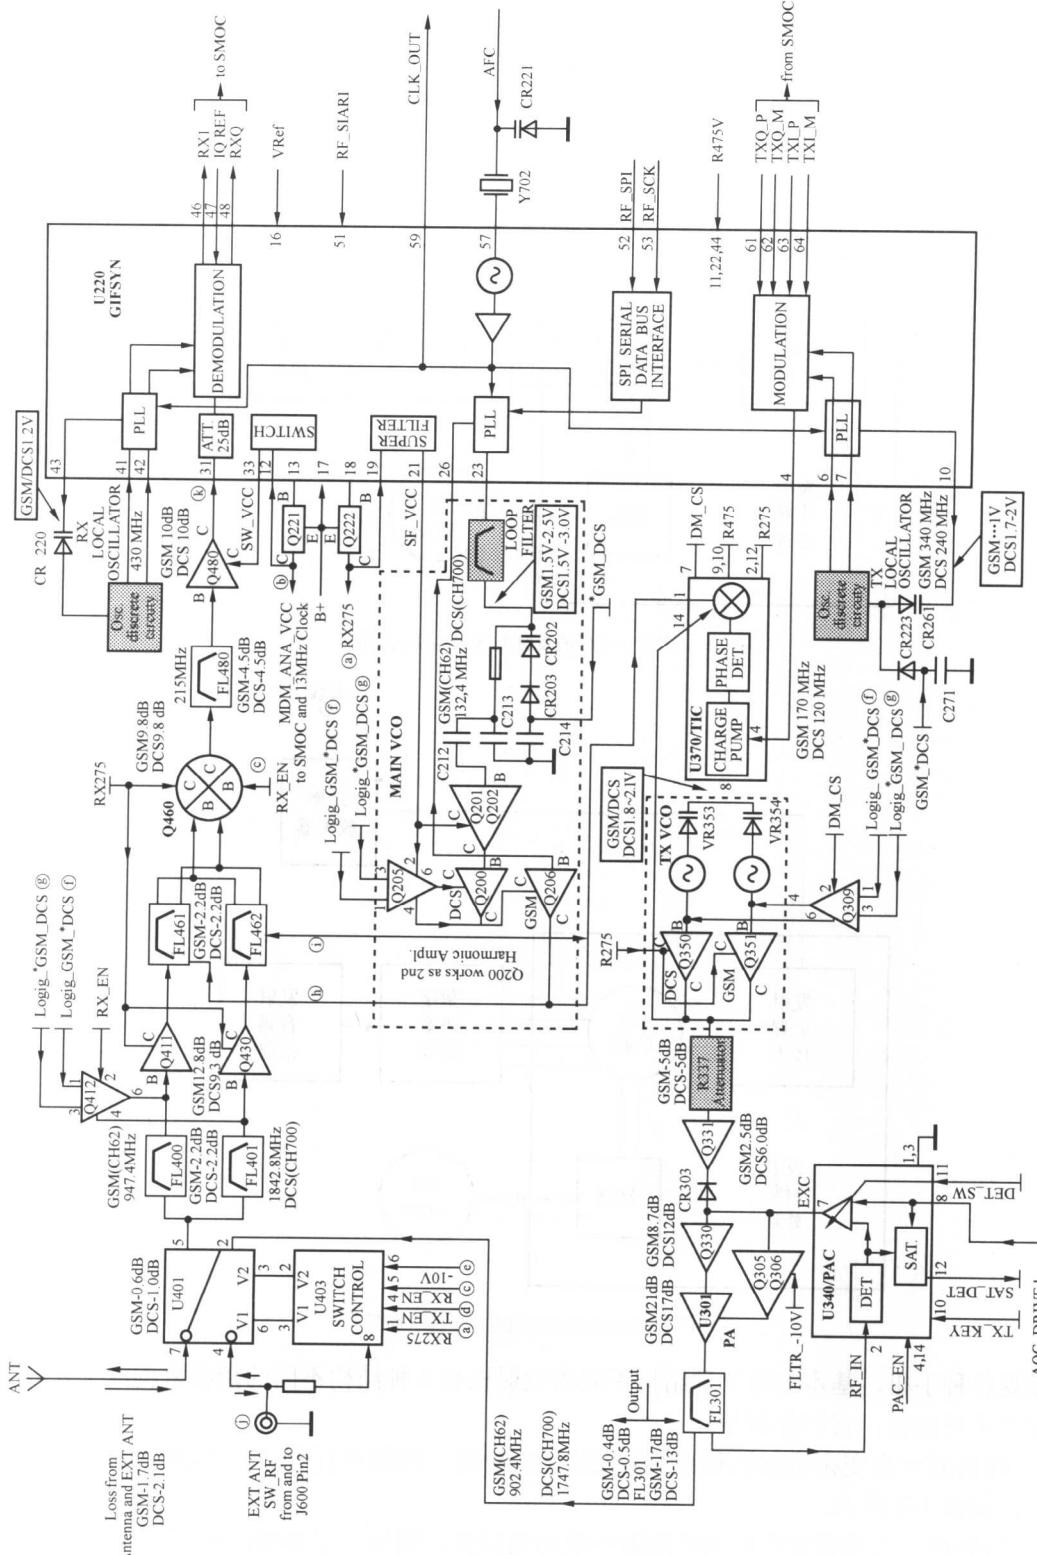

图1-7 摩托罗拉CD928射频方框图
- ① 超外差一次变频接收机和带发射变换的发射机。例如摩托罗拉 CD928 手机，其射频电路结构如图 1-7 所示。